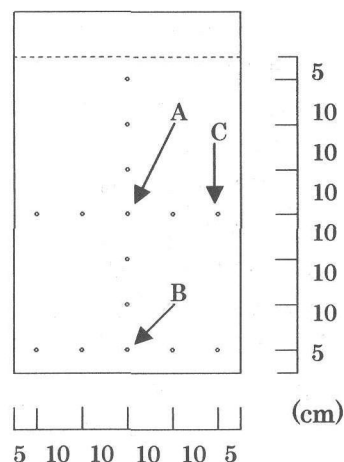
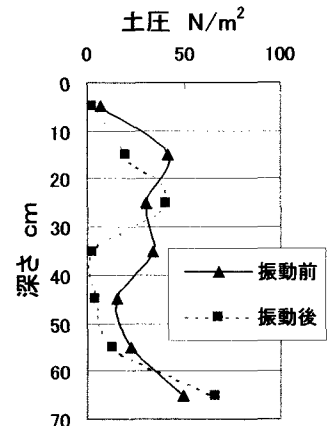
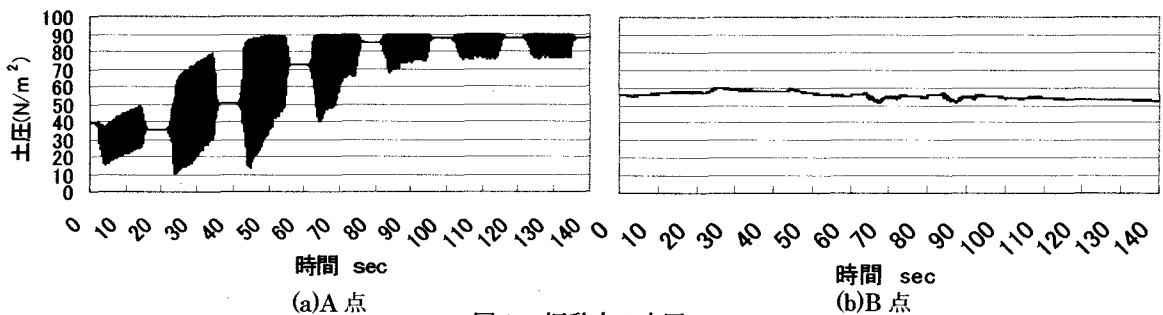
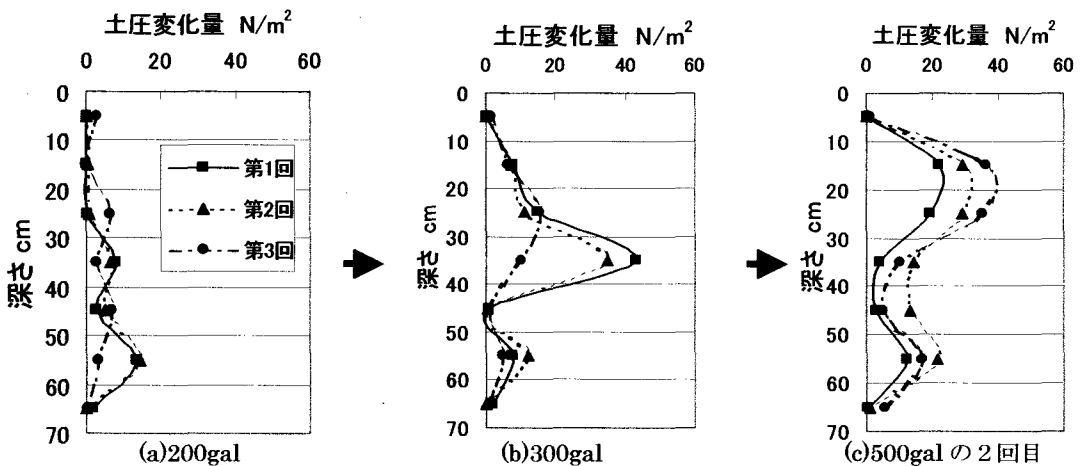

図1 受圧板におけるセンサーの配置
図5 振動前後静止土圧
図3 振動中の土圧
図4 土圧変化量の分布
2.実験装置：実験に用いた振動台は、台寸法 $1.2\text{m} \times 1.2\text{m}$ である。砂を詰める容器は鉄製で、写真1に示した内寸法、幅 50cm 、長さ 50cm 、深さ 80cm 、質量約 100kg のものである。これをケーソン基礎と想定して振動台に設置し、水平方向に加振する。受圧板を容器内部の加振方向と直交する側面に取り付け、気乾状態の豊浦標準砂を詰め、壁面の土圧を測定する。受圧板は厚さ 1.2cm のアクリル板に図1に示す配置でセンサーを埋め込んだもので、これを壁面との間に隙間ができないように容器に取り付けた。土圧測定用圧力センサーには直径 5mm 、厚さ 1.2cm で容量 20kPa のものを用いた。静止土圧は静ひずみ計、振動中土圧は動ひずみ計を用いて測定した。加速度計は容器の底盤と上部に設置した。
4.実験結果と考察：図3は振動中の土圧(2回目の実験)を示したグラフである。ここでは図1のA,Bの2点を示した。A点ではかなり土圧が変動しているがB点ではあまり変化がない。これは容器底面の摩擦力が砂の動きを拘束しているためと考えられる。また、グラフを載せていないがC点はB点とほぼ同様に土圧変化が小さかった。図4は土圧の最大値に着目してとらえた土圧変化量(図3の各加速度における土圧の最大値から加速度をかける直前の土圧を引いた値)を深さ毎にプロットしたものである。 200gal では底部で若干大きいとその値は小さく 300gal になると中央で大きくなり 500gal では上部が大きくなる。つまり、土圧増加の見られる位置が徐々に上部に移っていくことがわかる。次は振動前後で比較してみた。振動による密度変化はほとんどなかったが、図5(2回目の実験)の静止土圧分布を見てみると振動により土圧は減少する傾向にある。また